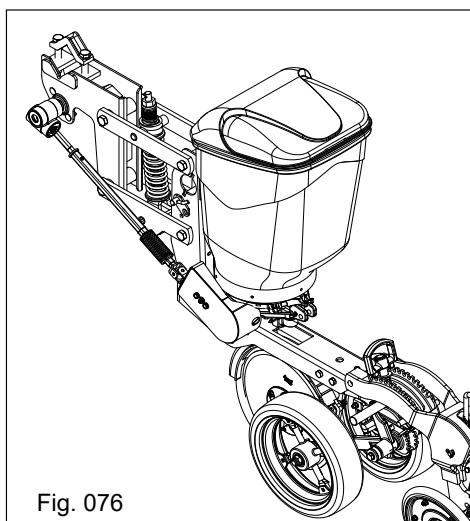

Fig. 076
O sistema pantográfico é composto por dois braços superiores, um quadro inferior, buchas de articulação e eixos travas. O sistema pantográfico é fixo ao suporte das unidades semeadoras e ao quadro das unidades semeadoras através de eixos trava do pantógrafo. O sistema de trava dos eixos e as buchas de articulação permitem que os braços superiores e o quadro inferior se movimentem no mesmo centro de articulação sem que haja qualquer variação, permitindo que as unidades semeadoras possam acompanhar a topográfica do solo efetuando a deposição da semente na mesma profundidade (Fig. 076).
- Lubrificar com óleo hidráulico com grafite, (Fig. 076 e 077).